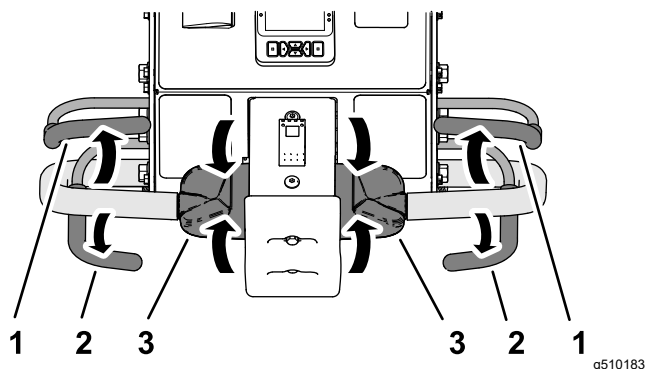

Figure 79
1. Si l'aération est en cours, relâchez la barre de commande d'aération (Figure 79) pour relever la tête d'aération; voir Levage de la tête d'aération (page 48).